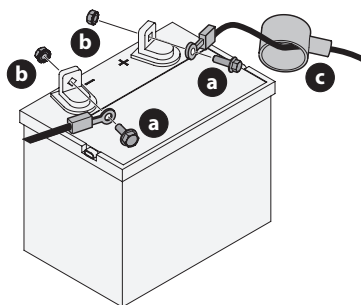

Figura 17
1. Retire la cubierta plástica, si está presente, del borne positivo de la batería. Conecte el cable rojo al borne positivo de la batería (+) utilizando el perno (a) y la tuerca hexagonal (b) (Figura 17).
2. Coloque el capuchón de goma rojo (c) sobre el borne positivo de la batería (+) para protegerlo contra la corrosión (Figura 17).
3. Retire la cubierta plástica, si está presente, del borne negativo de la batería y conecte el cable negro al borne negativo de la batería (-) utilizando el perno (a) y la tuerca hexagonal (b) (Figura 17).